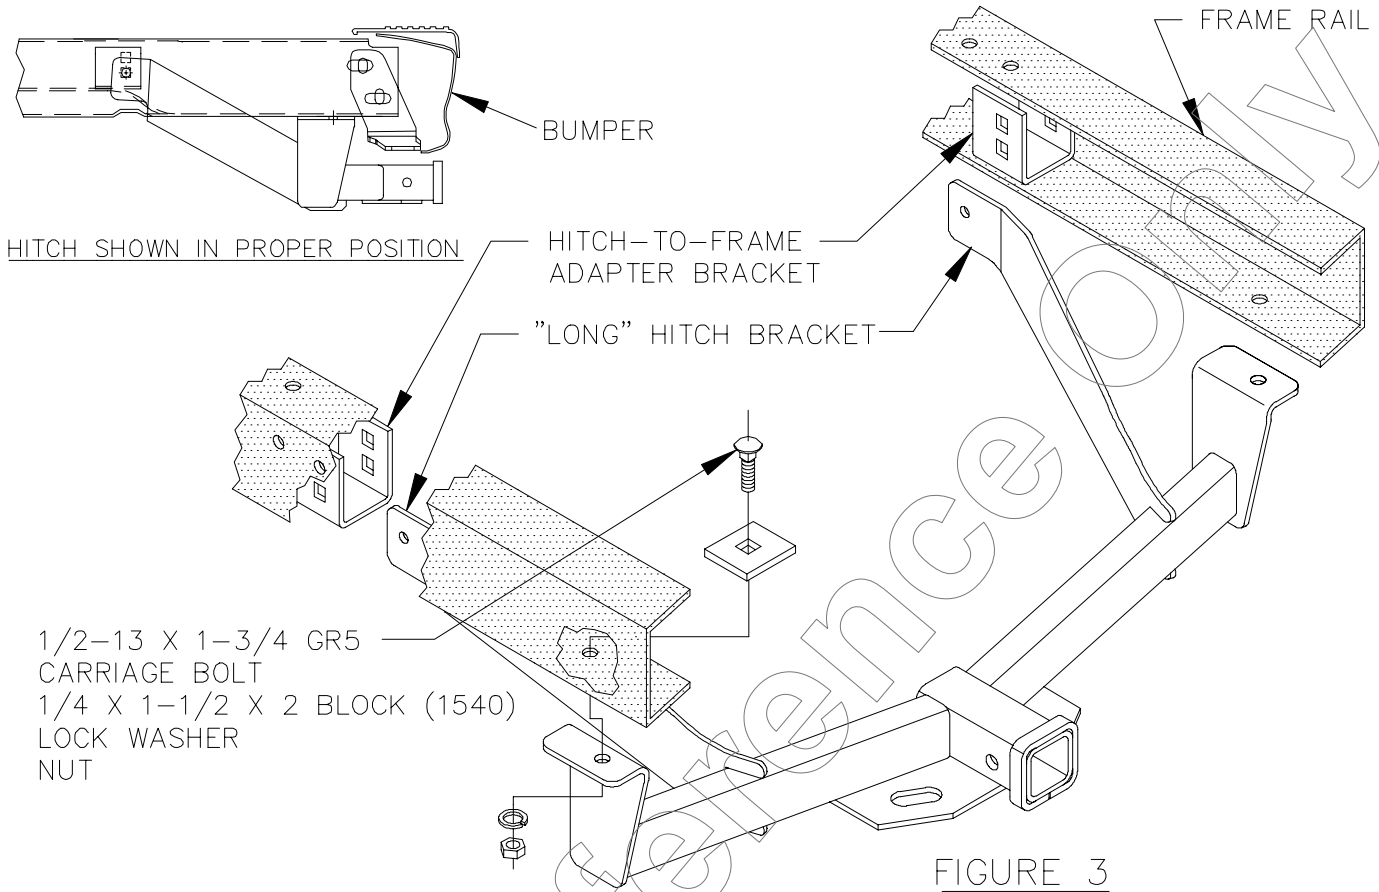

FIGURE 3
- INSTALL HITCH-TO-FRAME FASTENERS AS SHOWN IN FIGURE 3.